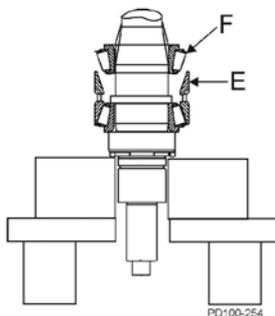

Abb. 50 Einbau oberer Außenring und obere Kegelrolleneinheit
7. Platzieren Sie den oberen Außenring (Abb. 50, Pos. E) auf dem äußeren Distanzring.
8. Schmieren Sie die übrige Kegelrolleneinheit (Abb. 50, Pos. F) mit Öl oder Fett und schieben Sie sie mit dem erweiterten Rollenradius nach oben über die Welle. Drücken Sie die Einheit auf die Welle und in den oberen Außenring.